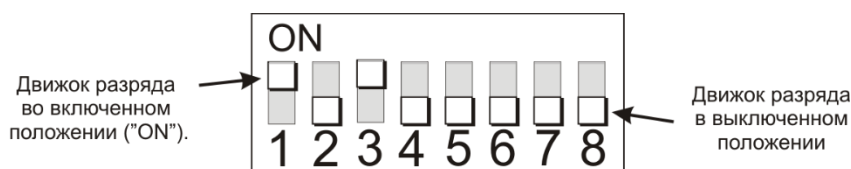

Рисунок 2
- 4.4. Для установки адреса шкафа на плате «СФ-АКИП» используется 8-разрядный DIP-переключатель (рис. 2). Заводская установка – включен шестой разряд, что соответствует адресу 32. Плоской отверткой установите движки каждого разряда DIP-переключателя в положение, соответствующее определенному адресу согласно таблице адресов. Таблица адресов находится в Приложении №3.